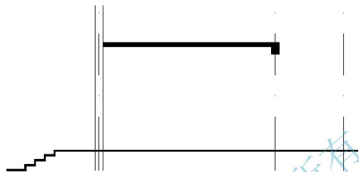

图 4.95 绘制室外台阶
(7) 在指定下一个点或 [圆弧 (A)/ 半宽 (H)/ 长度 (L)/ 放弃 (U)/ 宽度 (W)]: 提示下，将光标垂直向下拖动，输入“150”后按 Enter 键。
(8) 在指定下一个点或 [圆弧 (A)/ 半宽 (H)/ 长度 (L)/ 放弃 (U)/ 宽度 (W)]: 提示下，将光标水平向左拖动，输入“300”后按 Enter 键。
(9) 重复 (7) ~ (8) 步直至如图 4.95 所示的状态。